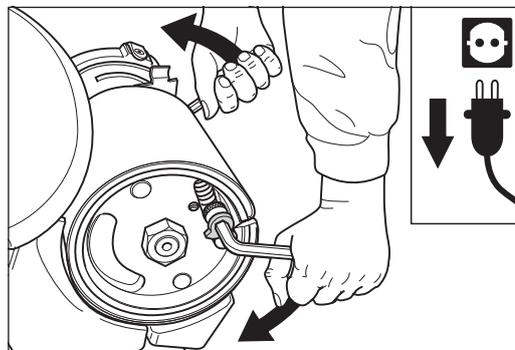

Abb. 27 Den neuen Schleifmittelbogen mit den beiden Innensechskantschlüsseln (Größe 10 mm) spannen.
- 10 Spannen Sie nun das Schleifmittel, indem Sie mit der linken Hand den Innensechskantschlüssel nach unten drücken und gleichzeitig mit der rechten Hand den anderen Innensechskantschlüssel nach oben ziehen (Abb. 27). Dadurch wird das Schleifmittel durch die Drehbewegung nach innen gezogen und zwischen den Spannbolzen gespannt.